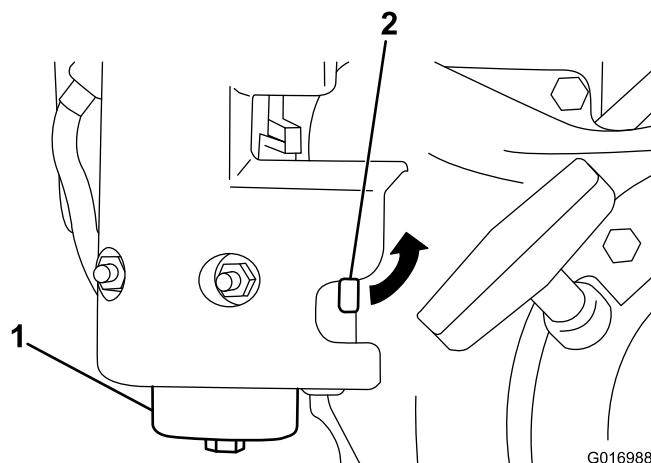

Figura 32
1. Cierre la válvula de cierre del combustible y desenrosque el portafiltros del cuerpo del filtro (Figura 32).